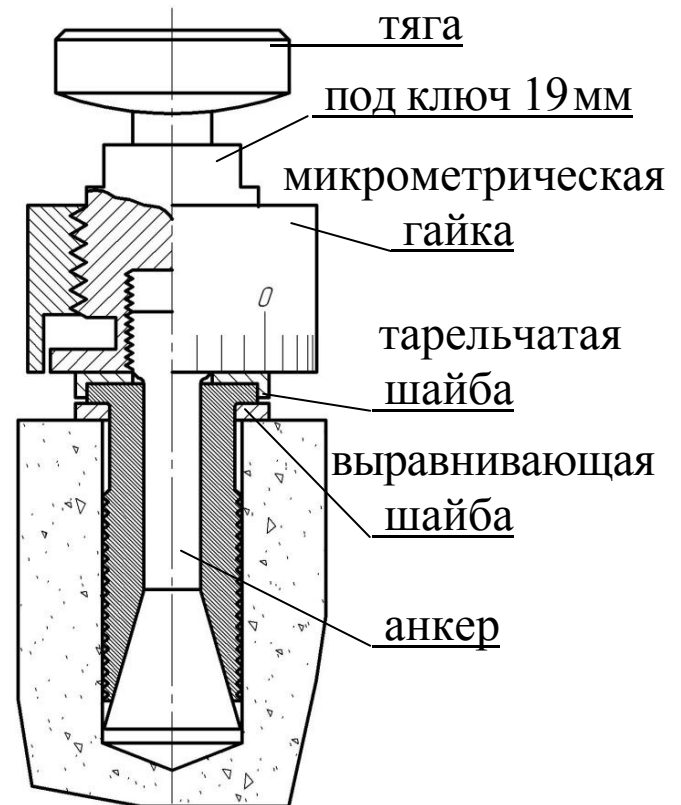

Рисунок 2.1 – Установка анкера
2.2.1.5 Заложить анкерное устройство с тягой в подготовленное отверстие до упора выравнивающей шайбы в поверхность бетона (рис. 2.1) и создать предварительное напряжение в зоне установки анкера, для чего ключом на 19 повернуть тягу по часовой стрелке, не допуская вытягивания анкера из отверстия. Затяжку произвести с усилием (момент затяжки 4,5 – 5,0 кг·м).